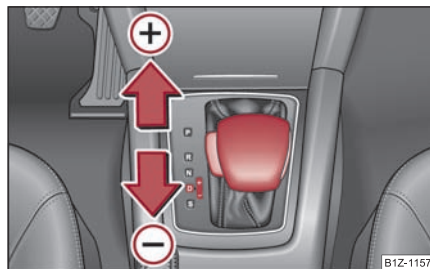

Fig. 155 Selector: selectarea manuală a vitezelor
- Apăsați scurt selectorul (în poziție tiptronic) spre față pe ➔ pagina 134, fig. 155 (+).